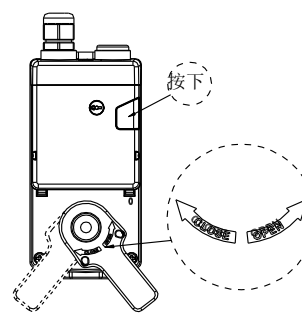

图 7
- 如图 7，按下离合按钮，手动转动手柄使阀体开关(力过大转不动时需要用工具辅助)。